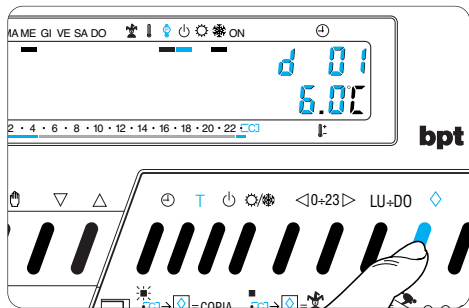

Fig. 62
16.5 - Premere due volte il pulsante  (fig. 62). Sul display, al posto dell'indicazione dell'ora corrente, compare la scritta **d01**.